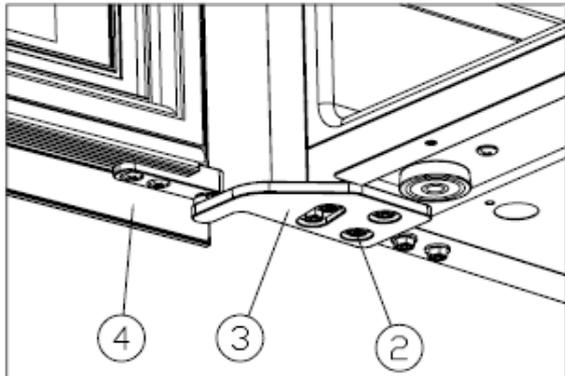

Figura 5
✧ Instale la bisagra superior derecha ③, y atornille los tornillos M5*16 ② (figura 5).